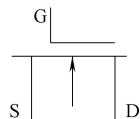

图 5-83 耗尽型 N 沟道绝缘栅场效应晶体管电路符号
6. 耗尽型 N 沟道绝缘栅场效应晶体管电路符号 (见图 5-83)